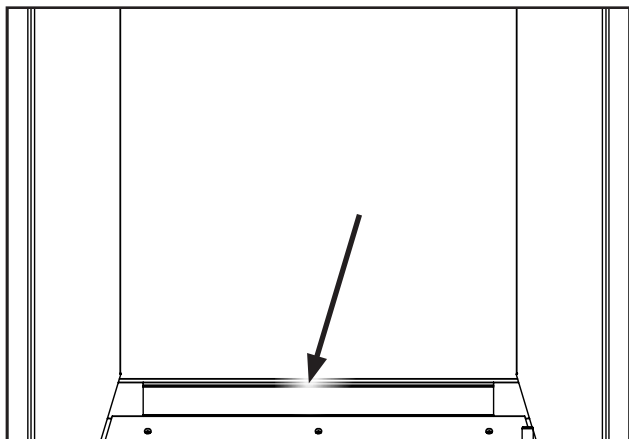

Figure 59. Panneau arrière Ledge.
6. Installez le panneau de porcelaine arrière d'abord par assis sur le rebord à l'arrière du foyer (voir figure 59), puis suivez avec les panneaux gauche et droit